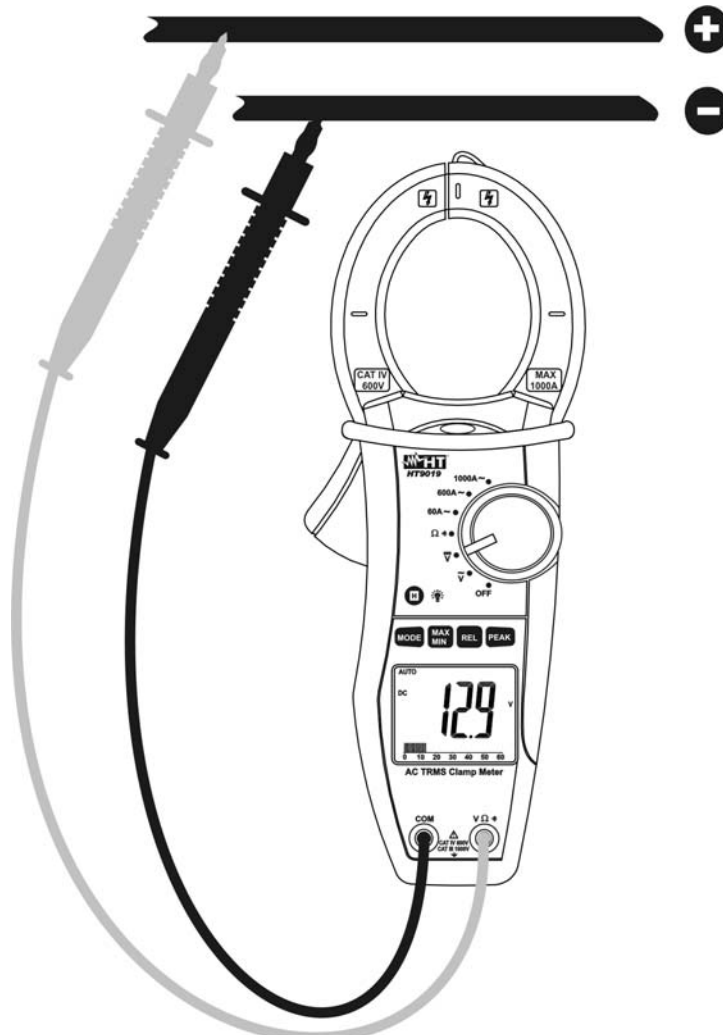

Fig. 4 : Utilisation de la pince pour mesures de tension DC
2. Insérer le câble rouge dans l'entrée du jack $V\Omega\bullet$ et le câble noir dans l'entrée du jack **COM** (Fig. 4).